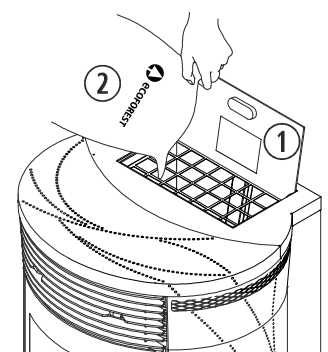

Figura 1
- 2.10. Per caricare combustibile nella stufa, dobbiamo aprire il coperchio della tramoggia e svuotare accuratamente il sacco di combustibile per evitare che la tramoggiasia troppo piena, vedi figura 1 (Atenas).
①	Porta carico combustibile.
②	Combustibile.